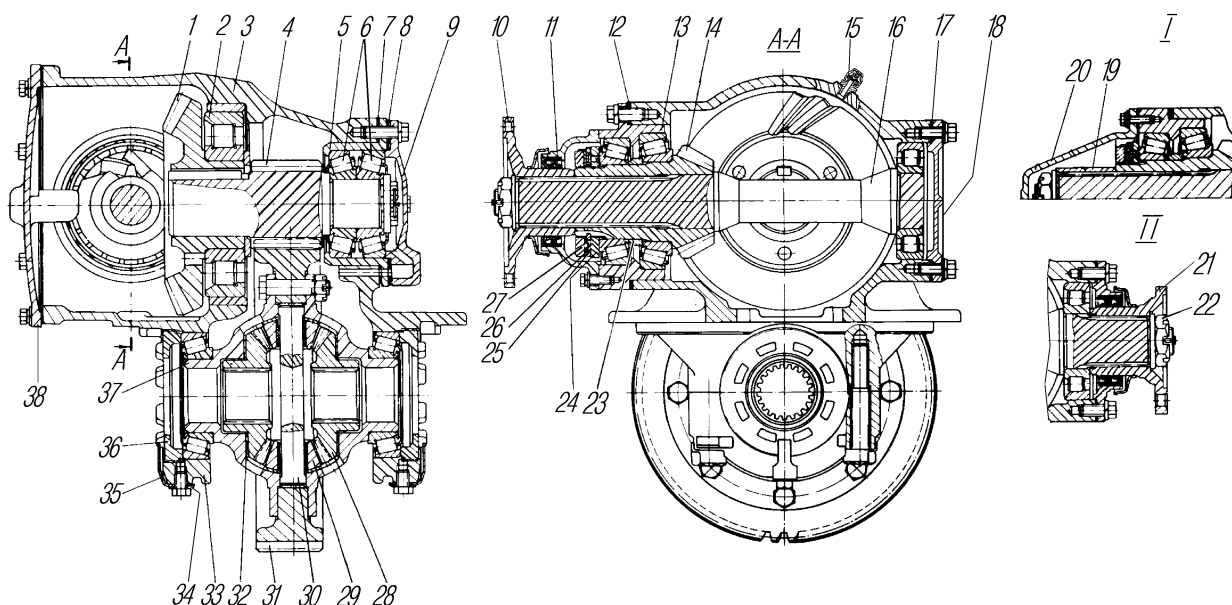
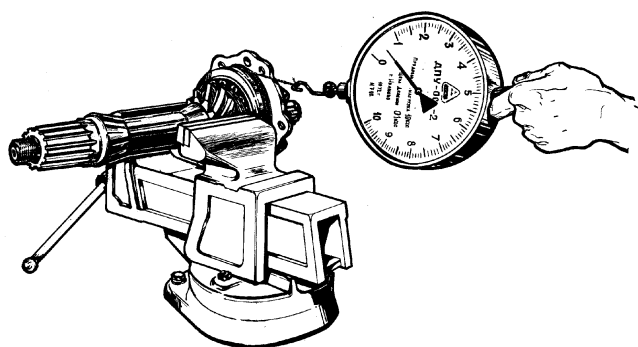

Рис. 34. Главная передача:
Рис. 38. Проверка регулировки подшипников ведущей конической шестерни
Главная передача заднего моста — двойная, состоит из пары конических шестерен 1 и 14 (рис. 34) со спиральными зубьями и пары цилиндрических шестерен 4 и 31 с косыми зубьями. К ведомой цилиндрической шестерне болтами прикреплен симметричный конический дифференциал с четырьмя сателлитами.
Главная передача переднего моста отличается от главной передачи заднего моста приводным фланцем. На передний конец вала ведущей шестерни переднего моста устанавливаются втулка 19 с крышкой 20, а на задний конец — фланец 21 (см. рис. 34). Главная передача заднего моста имеет фланец со стороны ведущей конической шестерни. На противоположном конце вала ведущей шестерни шлицы могут не выполняться.
Рассчитать величину уменьшения толщины регулировочной шайбы 23 (см. рис. 34) (величина зазора плюс 0,03-0,05 мм предварительного натяга). Отвернуть гайку, снять подшипник и регулировочную шайбу. Пршлифовать (или подобрать) шайбу до требуемого размера, установить шайбу и собрать подшипниковый узел ведущей конической шестерни. Момент затяжки гаек 450-500 Н.м (45-50 кгс.м). Законтрить контргайку, отогнув шайбу на одну из граней. Крутящий момент, необходимый для проворота ведущей конической шестерни в подшипниках, должен быть 0,6-1,4 Н.м (0,06-0,14 кгс.м). Усилие на динамометре при размотке шнура с поверхности стакана 7,5-17,5 Н (0,75-1,75 кгс) (рис. 38).
2. Отрегулировать предварительный натяг подшипников промежуточного вала. Регулировать подшипники следует подбором пакета прокладок 8 (см.рис. 34) под крышкой 9
4. Установить дифференциал и отрегулировать подшипники дифференциала. Болты крепления крышек подшипников дифференциала затянуть моментом 250-320 Н.м (25-32 кгс.м). Подшипники дифференциала регулировать гайками 36 (см. рис. 34). После затяжки гаек расстояние между крышками подшипников дифференциала должно увеличиться на 0,04-0,14 мм. Во время регулировки проворачивать дифференциал для установки роликов в подшипниках. Венец ведомой цилиндрической шестерни должен быть расположен симметрично относительно венца ведущей шестерни.